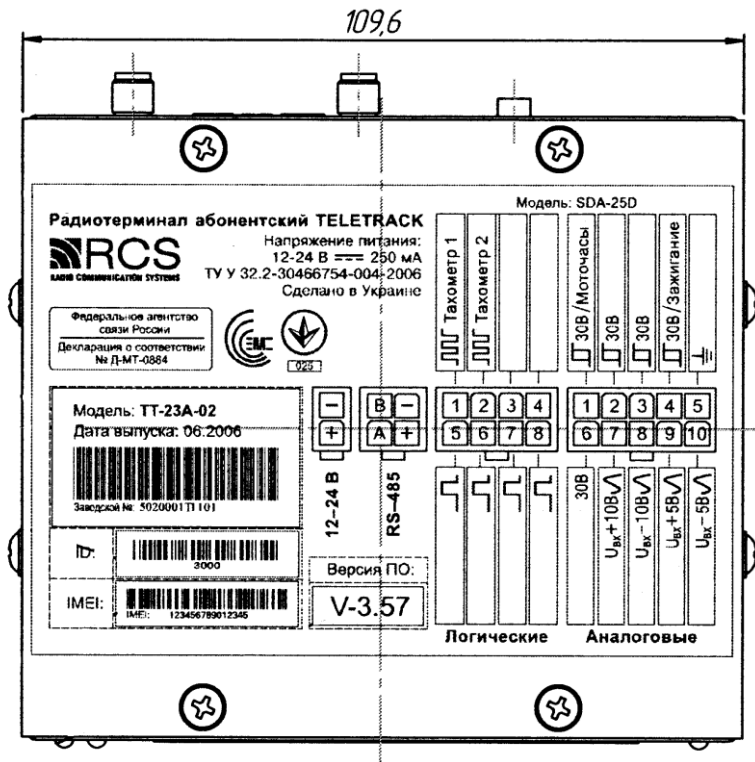

Рис. 4. Маркировка корпуса абонентского радиотерминала Teletrack.
- Оголенные концы проводников подсоединить к клеммам источника основного питания, соблюдая полярность, указанную на рис. 4, а также руководствуясь следующим правилом: проводник красного цвета должен быть подсоединен к положительной (маркировка «+») клемме источника, проводник черного цвета — к отрицательной (маркировка «-») клемме.